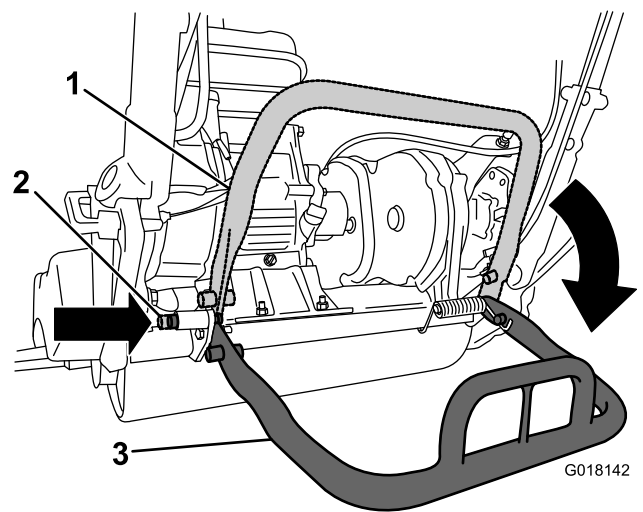

図 21
- ・ リールを外している間にユニットが倒れないように、キックスタンドを下げて、ロッキングピンを差し込んでキックスタンドを整備位置にロックします (図 21)。